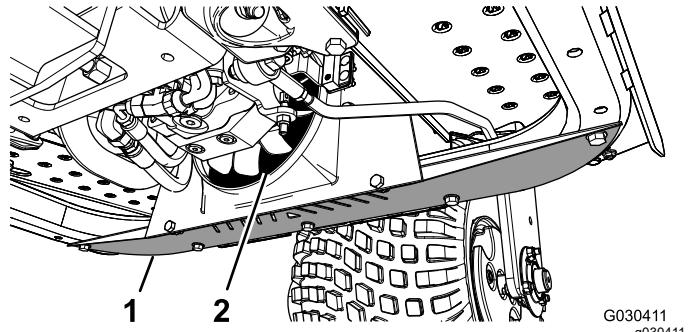

Bild 50
1. Entfernen Sie das untere Schutzblech (Bild 50).
2. Verwenden Sie eine Wand und blasen Sie komprimierte Luft in die Lüfterschaufeln (Bild 50), um das Material in der Richtung zu entfernen, in der es eingetreten ist.